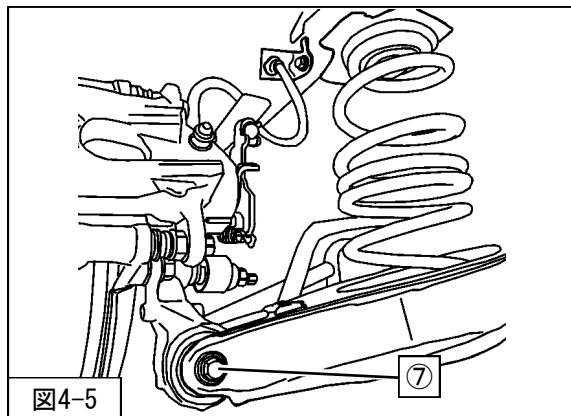

図4-5
9. ジャッキ等で支えながらロアアームが水平になるまで荷重をかけ、⑦ロアアーム取付ボルト・ナット(締付トルク: 73N・m)を取付けてください。(図4-5)